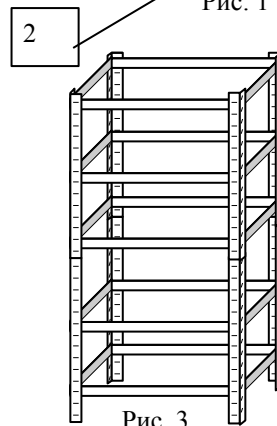

Рис. 3
- Установив на замки второй ярус стоек, собрать каркас стеллажа, как показано на рис. 3.